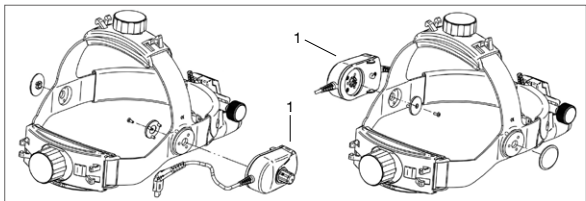
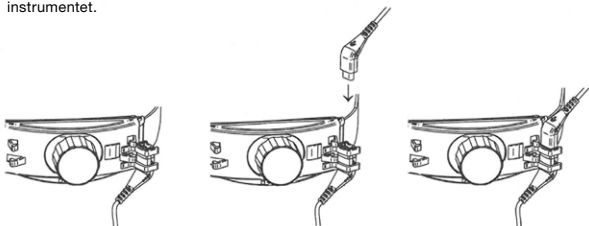

Bild 3 Montering av pannbandsreglaren
Bild 4
Reglaget för ljusstyrka (1) kan monteras på vänster eller höger sida av huvudbandet (se bild 3). Ljusstyrkan kan när som helst justeras med ljusreglaget (1).
För att använda ML4 LED med mPack eller EN50, anslut den korta sladden från ljusreglaget med sladden från mPack UNPLUGGED/Cinch och fäst detta på nackbandet (bild 4). Koppla instrumentet till cinch-kontakten på mPack or EN50. Med reglaget (1) (bild 3) kan man ställa in ljusstyrkan och stänga av och slå på instrumentet.